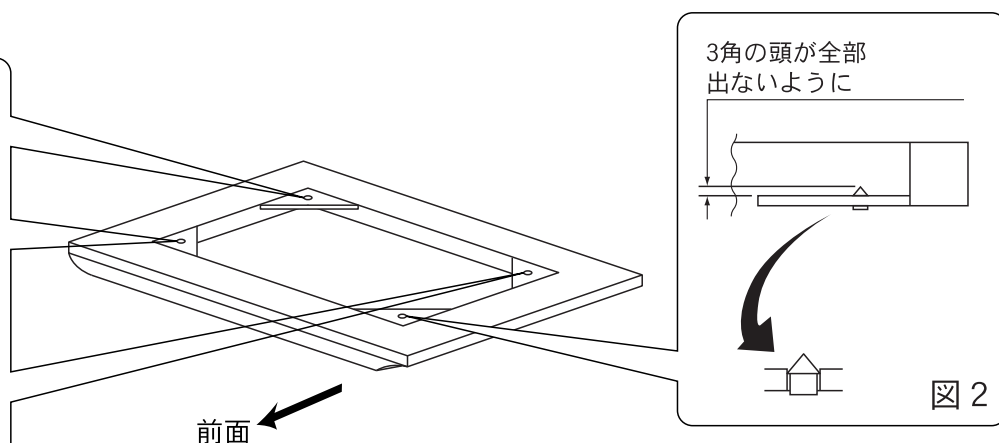

図 2
④前面の1ヶ所のスパイクは図2のように他の部位よりも1ミリ程度短くしておきます。